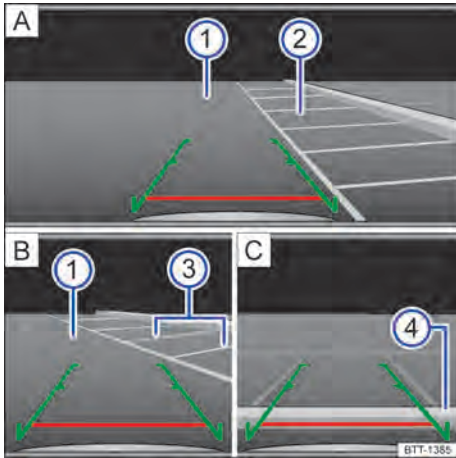

Fig. 98 Visualización del display del sistema de radio: estacionar con la cámara de marcha atrás.
Leyenda para → fig. 98:
- Colocar el vehículo delante de la plaza de estacionamiento → fig. 98 (2) **A**.
- Conducir hacia atrás lentamente y maniobrar de modo que las guías verdes laterales conduzcan entre las líneas de delimitación de la plaza de estacionamiento seleccionado (2) **A**.
- Alinear el vehículo en la plaza de estacionamiento seleccionada de modo que las guías verdes laterales queden sobre las líneas de límite lateral (3) **B**.
- Detener el vehículo cuando la línea roja alcance el límite trasero (4) **C**.